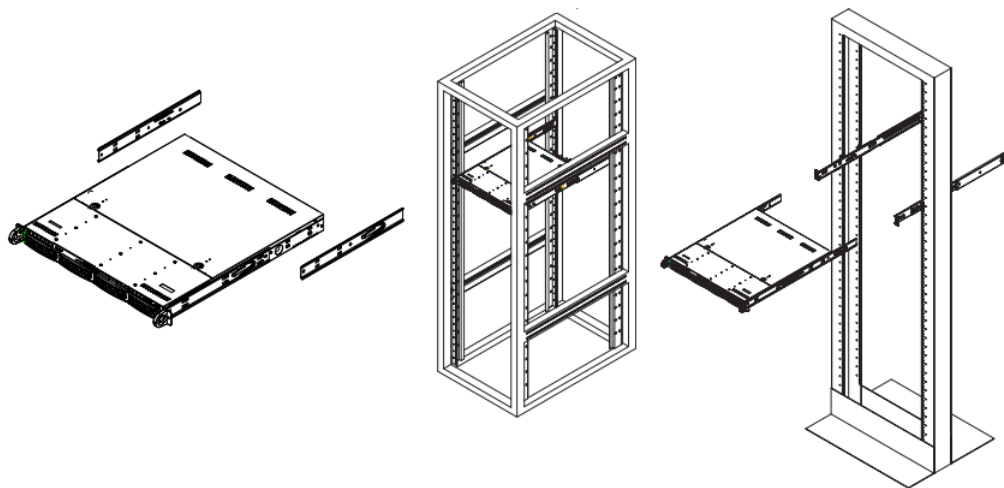

Рисунок 3. Монтаж сервера в стойку.
2.5 Монтаж сервера осуществляется в стандартную стойку 19 дюймов, крепление сервера осуществляется с помощью специальных направляющих (рис. 3).